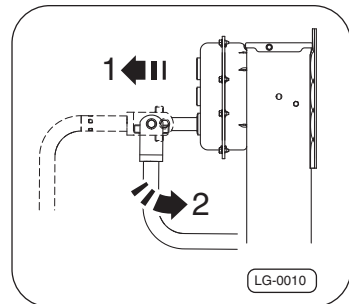

Abb. 9 · Kurbel entriegeln
2. Nach dem Kurbelvorgang, Kurbel entriegeln –Pfeil 1–, ⇒Abb. 9 und wieder einklappen –Pfeil 2–.